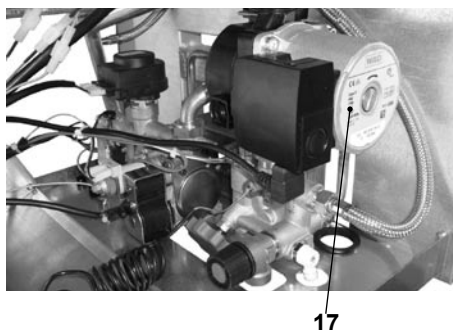

Figura 6.4
- Togliere il tappo 17 in Figura 6.4 e sbloccare la pompa ruotando il rotore con un cacciavite.